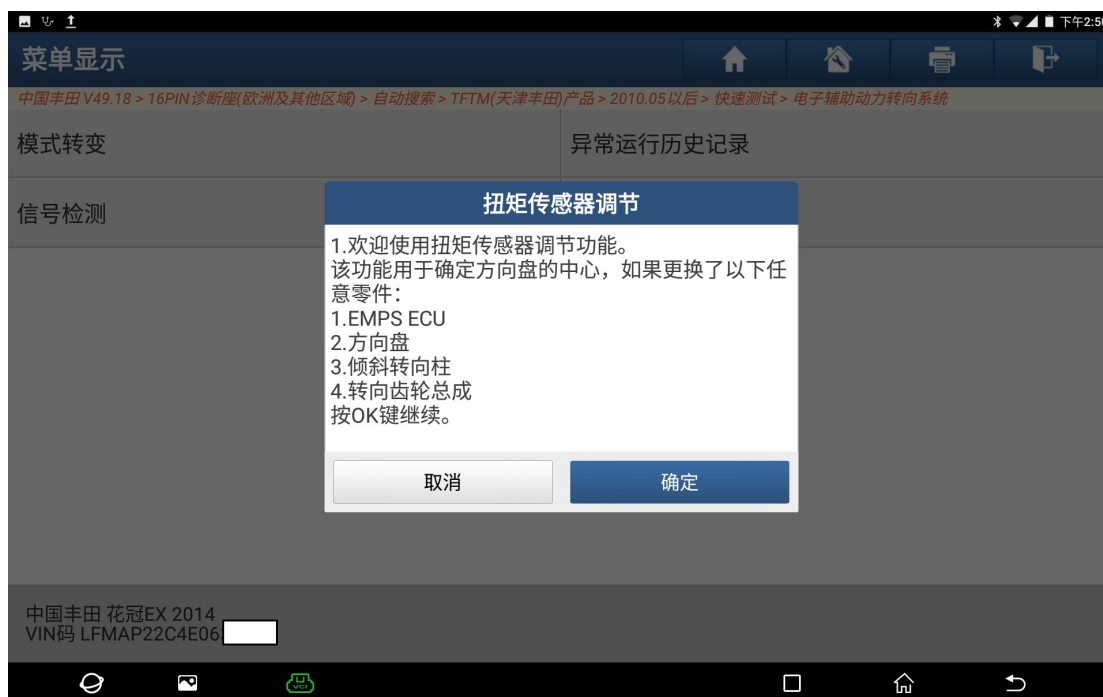

图 6
6). 提示信息“该功能用于确定方向盘的中心，如果更换了以下任何零件按 OK 键继续”，点“确定”（如图 6）：